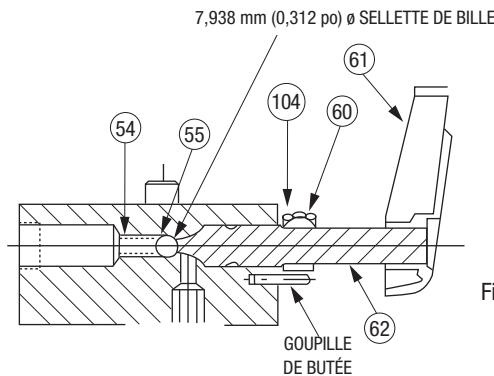

Figure A2 (8)
La soupape à contrôle manuelle est mal réglée.	Consulter le Schéma hydraulique (8) et les figures A2 et A3 dans la section Réparations de ce manuel.
Consulter les figures A2 et A3. Enfiler l'arbre (62) jusqu'à ce qu'il touche la bille antiretour (55) (dans sa position fermée par ressort). Glisser le collier (104) sur l'arbre. Placer la poignée (61) à la « Position 1 » (figure A3), avec l'autre surface de la poignée égale à l'extrémité de l'arbre. Verrouiller en place. Tourner la poignée à la « Position 2 » (figure A3). Glisser le collier vers le corps de la soupape jusqu'à ce qu'il touche la portion de 15,9 mm (5/8 po) de l'arbre de contrôle. Tourner le collier d'arrêt en sens horaire jusqu'à ce qu'il touche la goupille de butée et verrouiller en place.